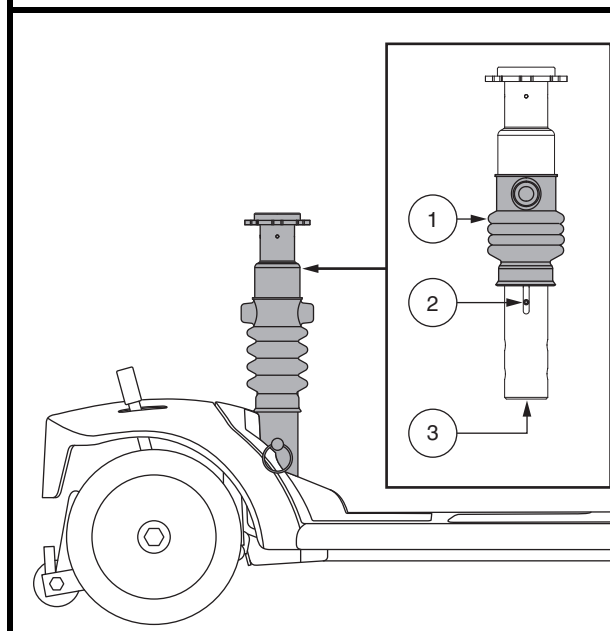

Figura 20. Regolazione della sospensione della sella
Il reggisella agisce da ammortizzatore e può essere regolato per diversi gradi di confort di marcia. Utilizzare le viti di fermo, visibili attraverso la finestrella di regolazione sul lato del montante, come guida per eseguire la regolazione. Far scorrere la protezione di gomma verso la parte superiore del montante per rendere visibili le viti di fermo. **Vedere figura 20.**
3. Inserire una presa da 13 mm con prolunga sul fondo del montante. **Vedere figura 20.**